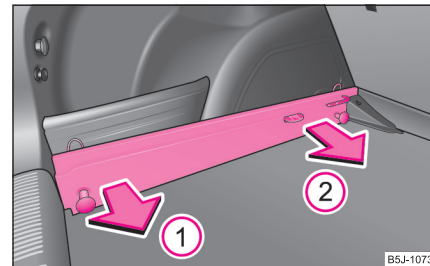

Abb. 71 Gepäckraum: Trageschienen herausnehmen
- Fassen Sie die Trageschiene **(A)** an der Position **(1)** an ⇒ Abb. 71 und lösen Sie diese durch Ziehen in Pfeilrichtung. Um den Ausbau zu erleichtern, können Sie die herausnehmbaren Ablagefächer* herausnehmen ⇒ Seite 83, „Herausnehmbare Ablagefächer* im Gepäckraum“.